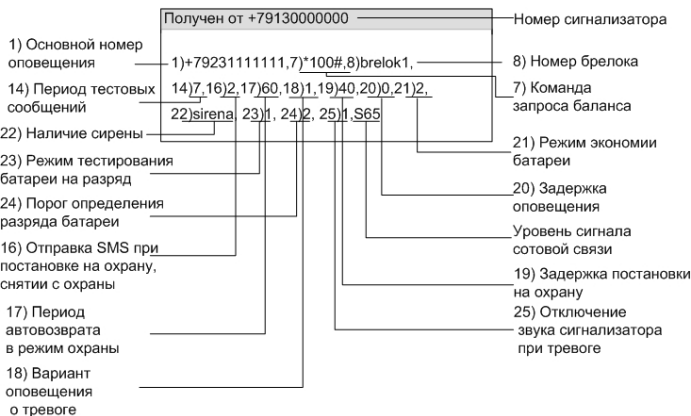

Рис.7 SMS с настройками
5. На основной номер придет SMS сообщение с настройками (см. рис. 7) через 30 секунд после последнего действия.